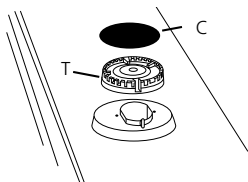
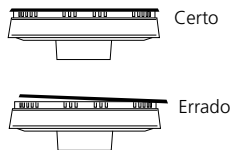

Fig. 5
Fig. 6
- Para a limpeza dos queimadores “T”, espalhadores de chama “C” (fig. 5) e a trempe (grelha) utilizar um pano ou uma esponja macia com detergente, sabão neutro ou desengordurantes. Antes de recolocá-los no seu lugar, enxugue-os bem e verifique se todos ficaram limpos e secos. Verifique se estão bem encaixados (fig. 6). Acenda os queimadores e deixe-os ligados por aproximadamente 1 minuto para garantir a secagem completa.
- Ao remontar os queimadores e espalhadores de chama, após a limpeza, observar seus perfeitos encaixes (fig. 6).